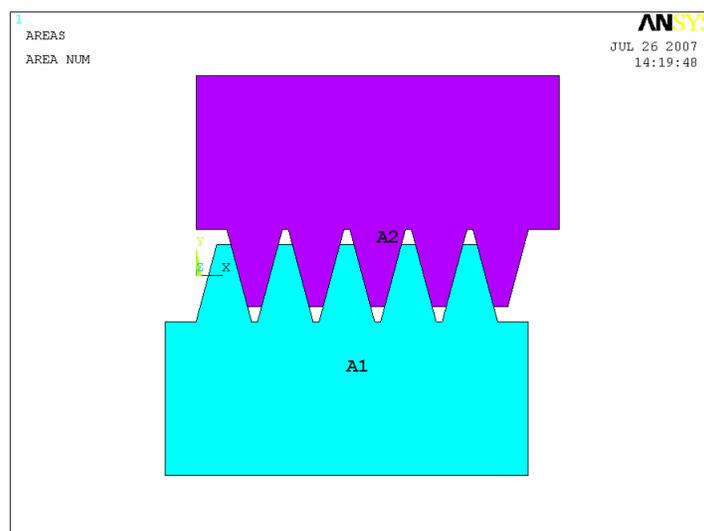

Рисунок 87. Результат построения модели примера 2
- Нажимаем кнопку **OK** или *Apply* (Рисунок 87).